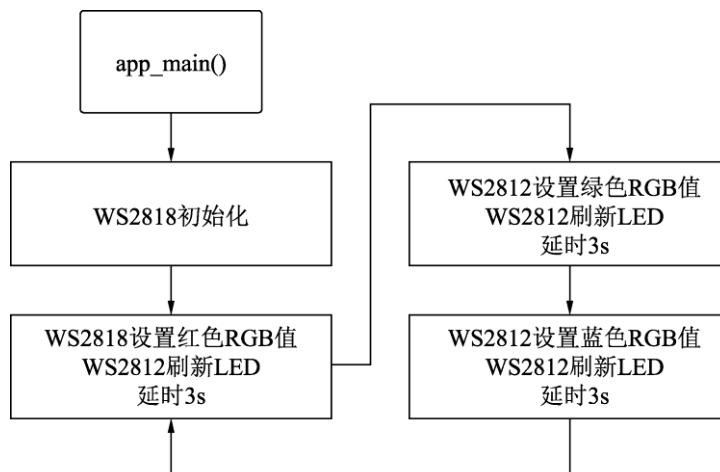

图 3.30 通过 RMT 接口实现 RGB LED 灯带控制的程序流程
- ❑ `main.c`: 见代码 3.24，程序流程如图 3.30 所示，在应用程序的入口 `app_main()` 函数中完成 WS2812 初始化，然后间隔 3s 循环控制 RGB LED 显示红色、绿色和蓝色。